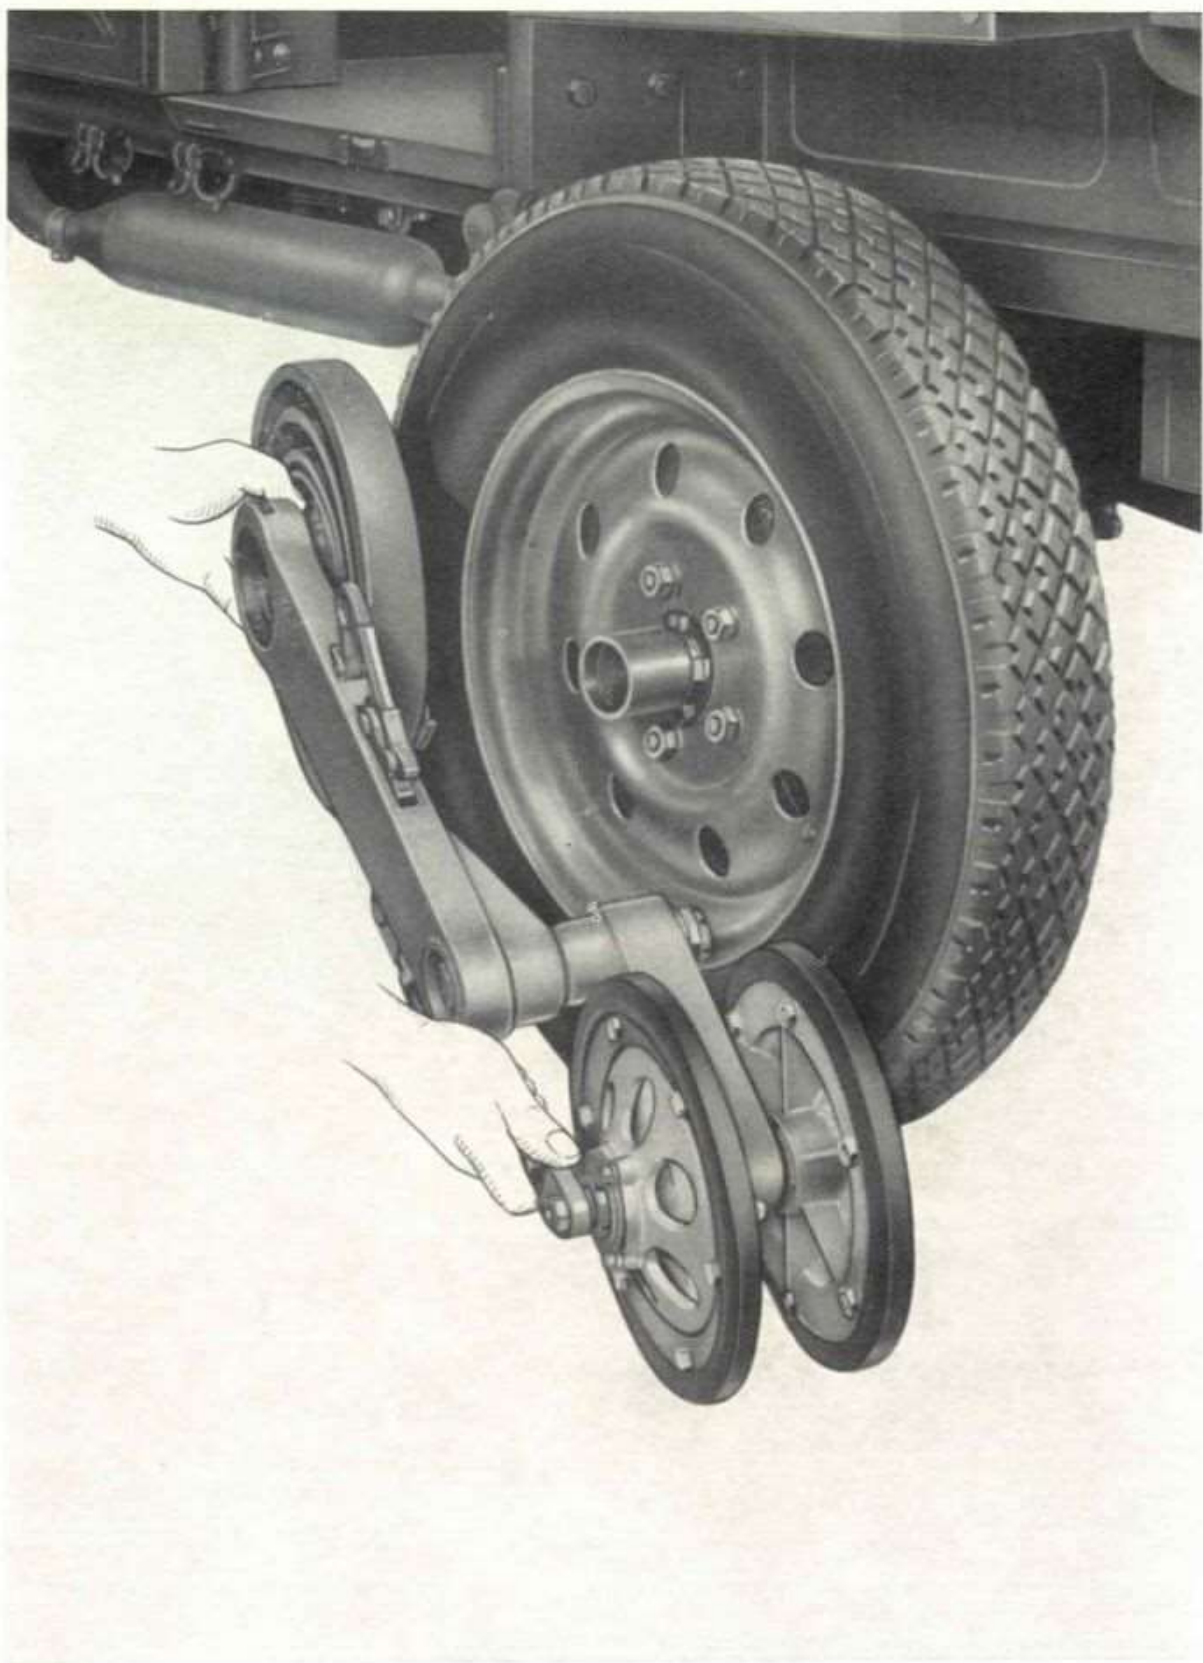

Fig. 14. - Come si toglie il gruppo porta cingolo.
Sfilare dall'alloggiamento nel cassoncino uno dei bracci di leva (2), indi inserirlo nella chiave sopraddetta per poter svitare il tappo che deve essere tolto. Ottenuto questo, togliere dalla ruota il braccio porta-cingolo (3), la scatola porta-molla (4) e la molla a spirale (5). Questo gruppo va tolto contemporaneamente come dimostrato a fig. 14. La ruota viene poi levata dal veicolo ripetendo quanto elencato per lo smontaggio della ruota anteriore.